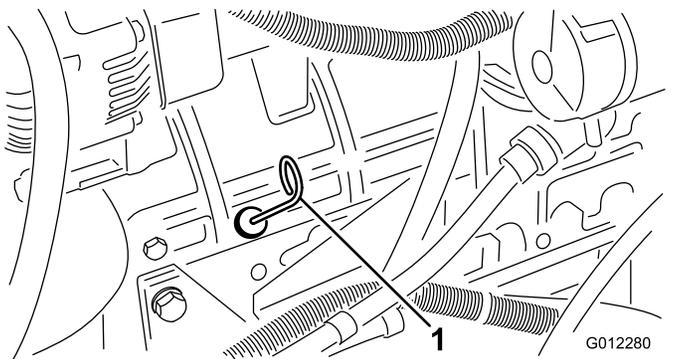

Bild 36
3. Nehmen Sie den Peilstab heraus und wischen Sie ihn ab. Stecken Sie ihn dann ein (Bild 36).